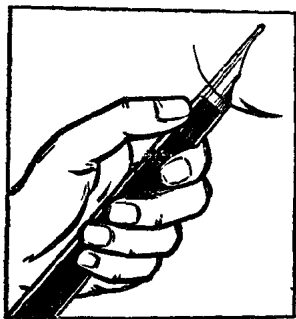

图 7—1
(3)先把笔尖旋上笔项，旋紧为止，以手指定住笔尖背面尖缝位置后，将笔尖取下(图7—1)。再将笔舌插入笔项，
要求笔舌背面出水槽对准手指定的尖缝位置(图7—2)。
然后旋上笔尖，笔尖与笔舌的位置也必须对准(图7—3)。